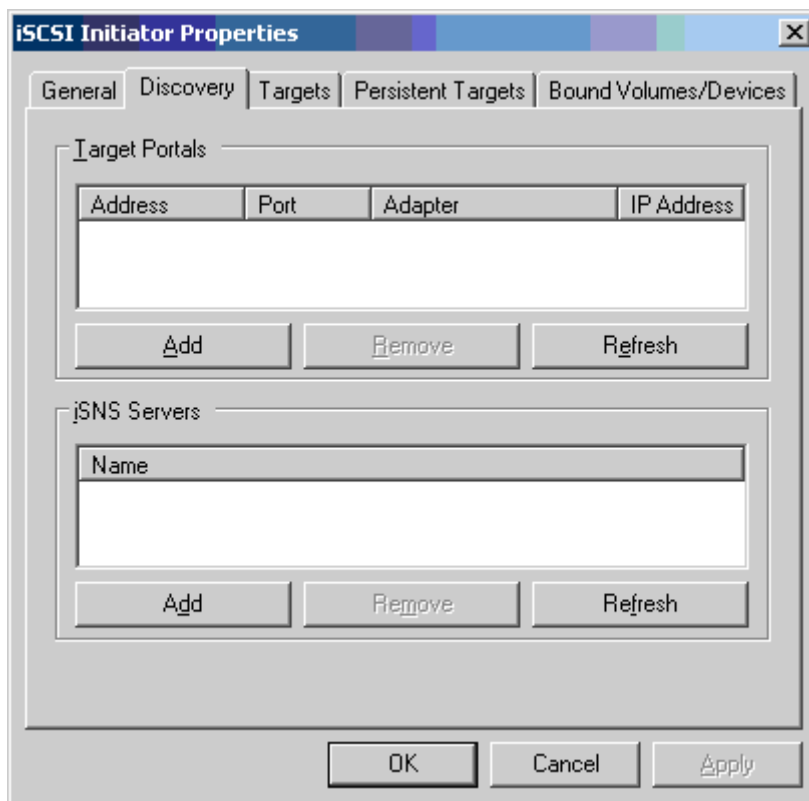

図 11-9. iSCSI Initiator Properties (iSCSI イニシエータプロパティ) : Discovery (検出)
4. iSCSI Initiator Properties (iSCSI イニシエータプロパティ) (図 11-9 を参照) で、**Discovery** (検出) タブをクリックし、**Target Portals** (ターゲットポータル) で **Add** (追加) をクリックします。